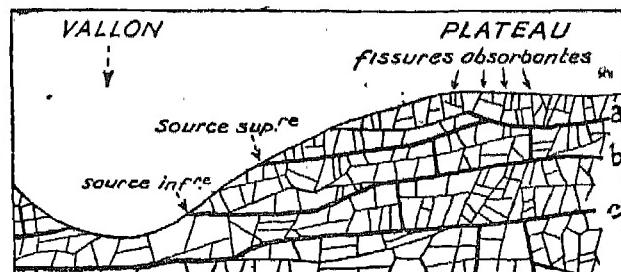

Fig. 6. — Circulation de l'eau dans des roches fissurées.
b) Les roches traversées sont fissurées ou crevassées (roches granitiques et calcaires). — L'eau n'a pas été filtrée en circulant dans le sous-sol. Les belles sources qu'elle alimente sont donc suspectes (fig. 6).